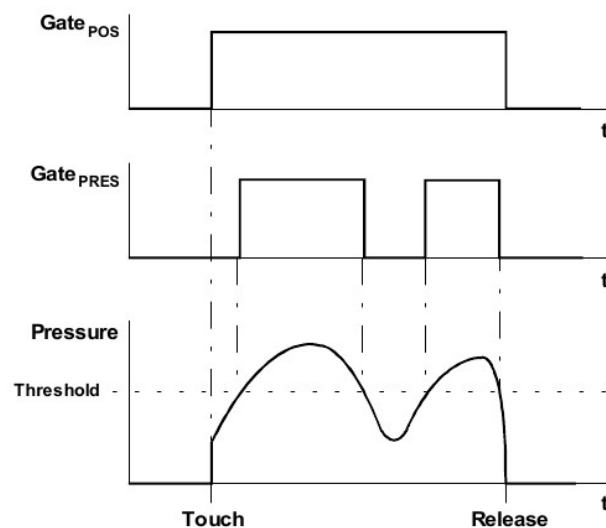

Figure 2: Connexion entre les signaux Gate et la pression du doigt
(4) Tres
La commande (4) est utilisée pour régler le seuil de déclenchement au-dessus duquel un signal Gate est généré (voir fig. 2). Chaque fois que la tension de contrôle de la pression dépasse le seuil, la sortie Gate (4) passe à l'état haut.
(5) LED